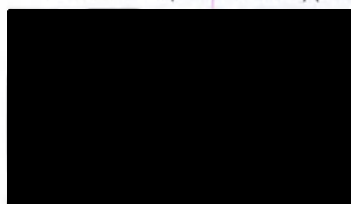

Рисунок 21. Меню конфигурации системы
1. В MAIN MENU (ГЛАВНОЕ МЕНЮ) выберите значок **System Configuration** (Конфигурация Системы), чтобы открыть окно **SYSTEM CONFIGURATION MENU** (МЕНЮ КОНФИГУРАЦИИ СИСТЕМЫ) (Рисунок 21).